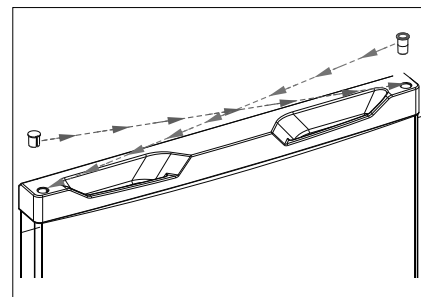

Fig. 9
- ▶ Placez le bouchon borgne dans le trou sur le côté droit (fig. 9).